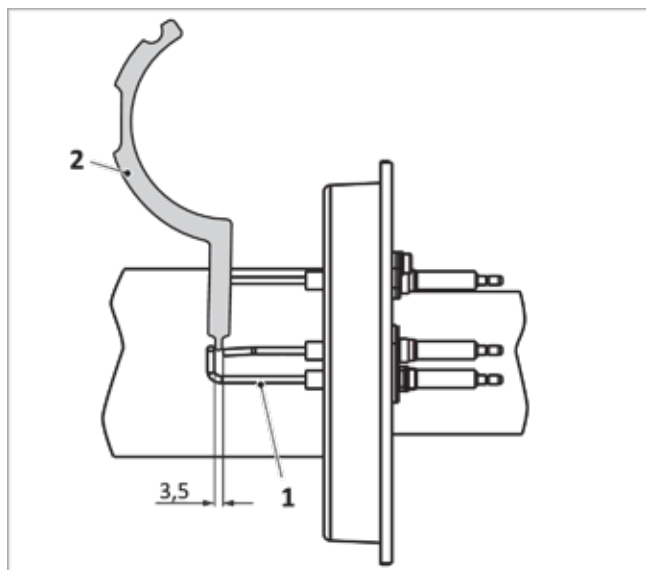

Abb. 143: Abstand Elektrode zur Masse an der Zündelektrode
1. Abstände der Ionisationselektrode mit Hilfe einer Elektrodenlehre → Abb. 143 (2) überprüfen (ggf. durch vorsichtiges Biegen korrigieren).
- Elektroden untereinander → Abb. 143 (1): 3,5 mm